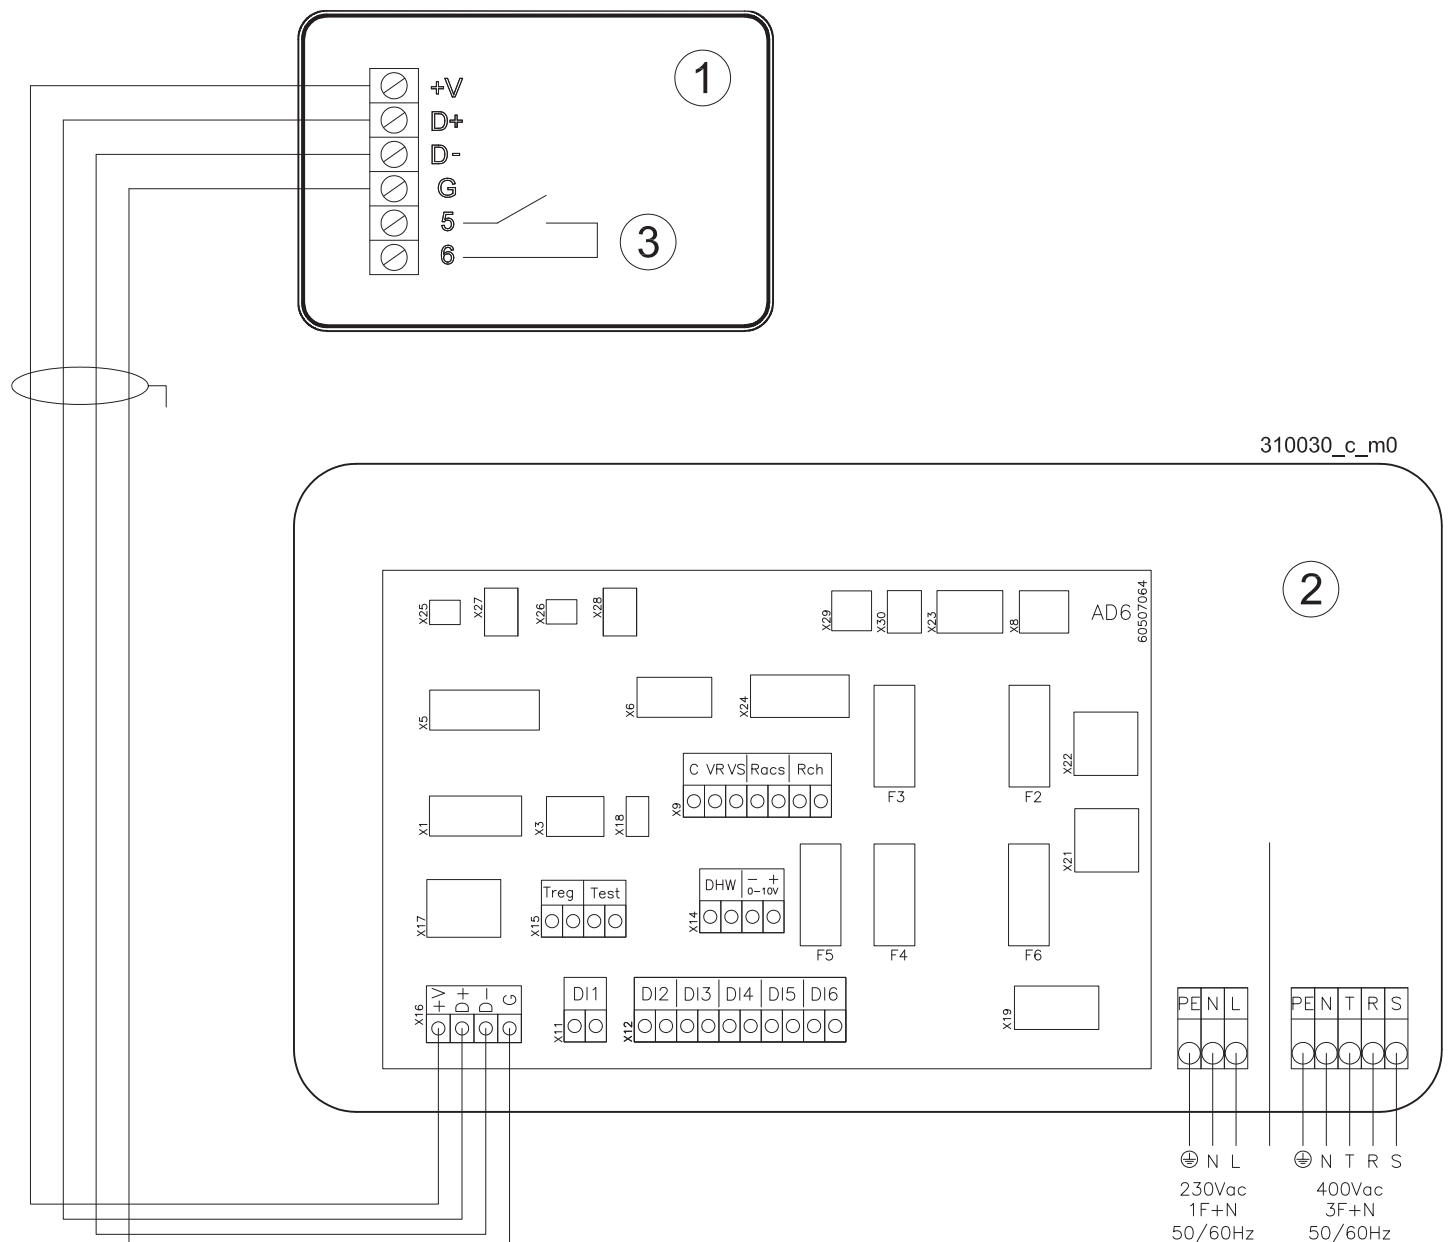

Figura 5-48 - PCollegamento al cronotermostato remoto COMODO
Il pannello di controllo (cronocomando remoto COMODO) deve essere collegato come riportato di seguito (fare riferimento a Figura 5-48):
3.-collegare i 4 fili tra pannello di controllo e PdC come da Figura 5-48;
Legenda di Figura 5-48